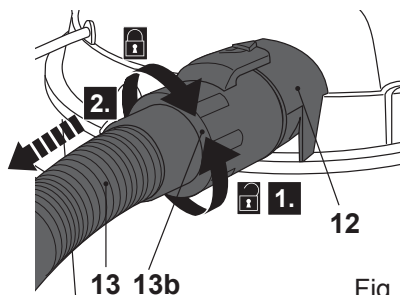

Fig. 13
- > Gire el conector del tubo (13b) en sentido contrario a las agujas del reloj y tire de él para extraerlo de la salida de aire (12) y desconectarlo del tubo (13) cuando haya terminado (Fig. 13).